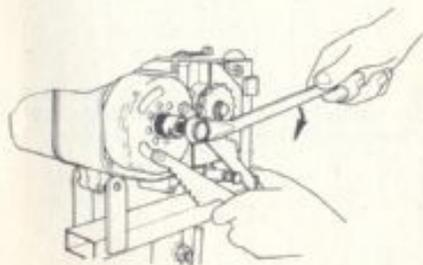

FIG. 9 Estrazione girante volano
- 4) **RIMUOVERE** la girante del volano magnete usando l'apposito estrattore (cod. 05.0080.0 per volani CEV) che dovrà essere avvitato nella sede filettata della girante, quindi tenendo ferma la stessa con la solita chiave a compasso, agire sulla vite centrale con una chiave da 17 mm. (fig. 9).